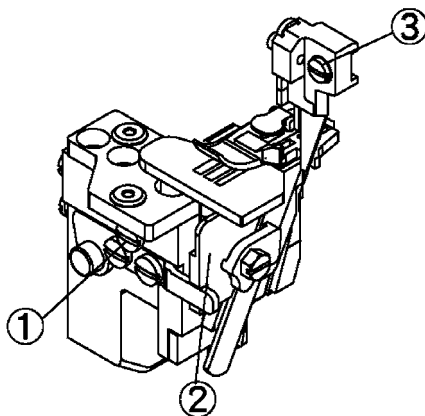

Рис. 32
1. Поверните шкив, чтобы переместить верхний триммер в нижнюю мертвую точку. (Рис. 32)
2. Ослабьте винт ① и переместите держатель ② нижнего триммера влево и затем немного затяните винт ①.
3. Ослабьте винт ③ и переместите держатель верхнего триммера влево или вправо до тех пор, пока он не достигнет нужной ширины. Затем затяните винт ③.
4. Ослабьте винт ① и возвратите держатель ② нижнего триммера в его первоначальное положение. Проверьте, могут ли триммеры резать нить, и затем затяните винт ①.